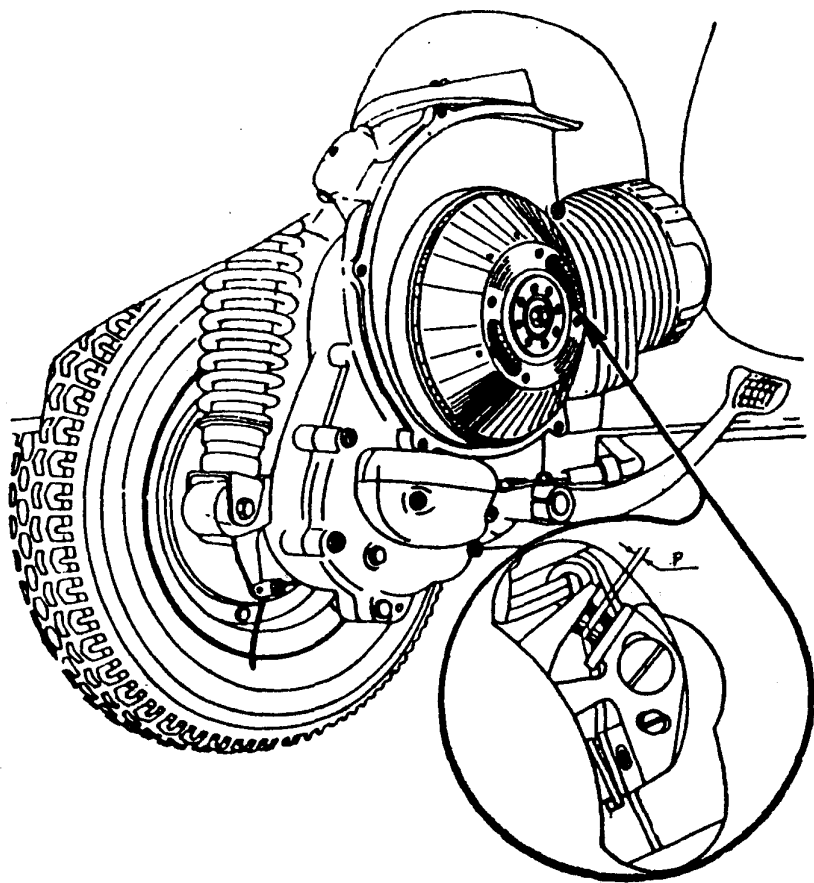

Fig. 21.—Reglaje platinos del ruptor.
1. Limpiar y ajustar a 0,4 mm. los platinos del ruptor del volante magnético (véase fig. 21).